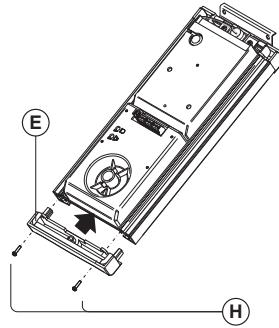

Fig. 8
8. Bloquer les modules en fixant le bouchon (E) (**Fig. 8**) au moyen des deux vis (H) (**Fig. 8**) ;